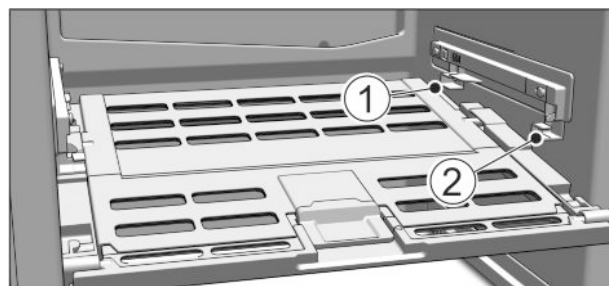

Fig. 62
- ▶ Nasazení víka přihrádky na ovoce a zeleninu: Výstupky víka zavedte zdola do zadních držáků Fig. 62 (1) a vpředu zaklesněte do držáku Fig. 62 (2).